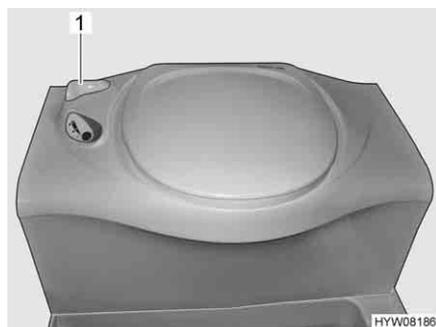

Fig. 260 Inodoro Thetford
- Antes del lavado, abrir la corredera del inodoro Thetford. Para ello, girar la palanca de corredera (Fig. 260,1) en sentido contrario a las agujas del reloj.
- Tras el lavado, cerrar la corredera. Para ello, girar la palanca de corredera (Fig. 260,1) en sentido de las agujas del reloj.